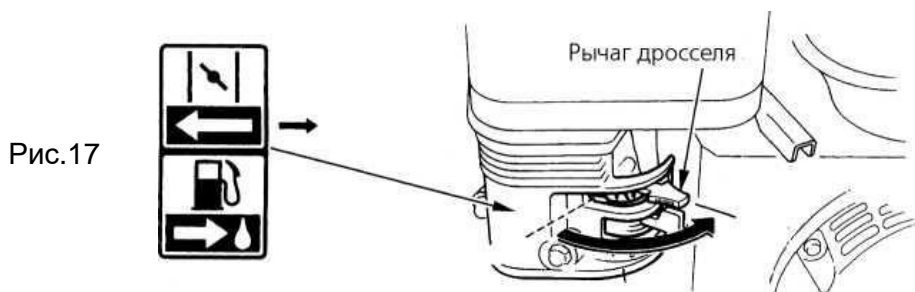

Рис.17
1. Установите обороты холостого хода двигателя с помощью рычага управления дроссельной заслонкой (см. рис. 17).